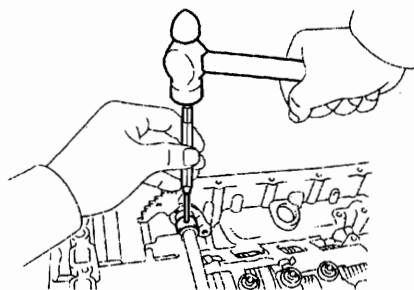

图 12-1-88
③如图 12-1-88 所示, 将手动阀杠杆缺口与隔套孔对齐, 用冲头将其凿在一起, 轴应转动自如。